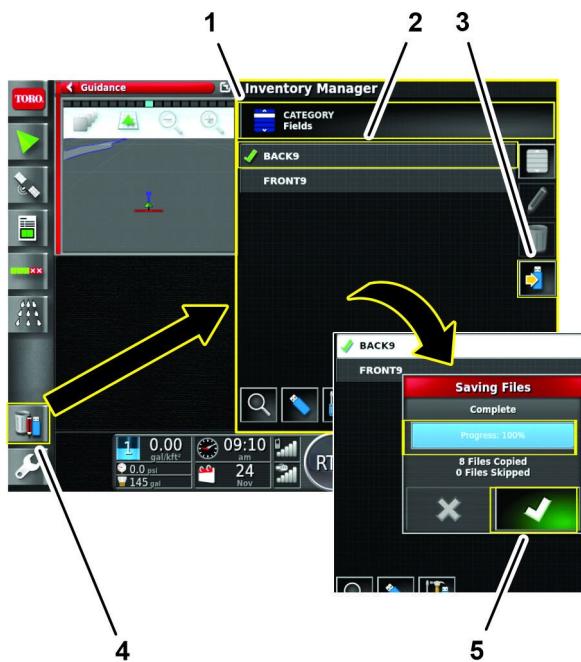

図 70
2. インベントリ管理 アイコンを押し、カテゴリタイプ アイコンを押し図 70。
4. マシン 1 号に統合したい境界の現場アイコンを押し、選択を USB に保存アイコンを押し、承認アイコンを押す 図 70。